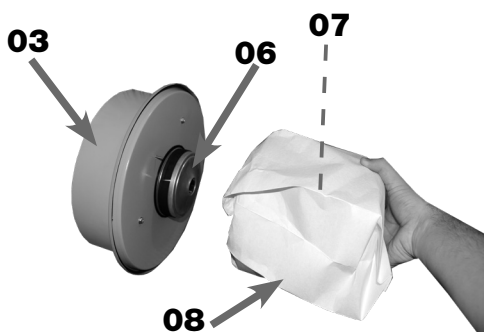

FIGURA 06B – Saco de Filtro envolvido no Cartucho de Filtro
2. EMPURRAR a ponta do Saco de Filtro (08) no interior do Cartucho de Filtro (07) (figura 06B);